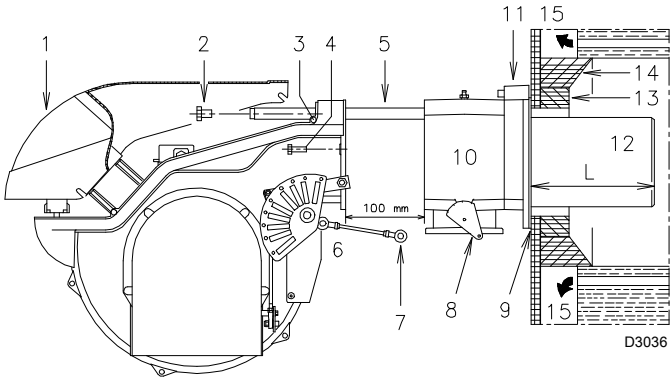
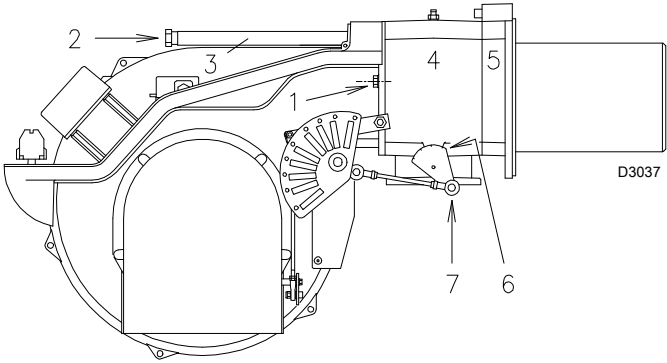

图 12
图 17
对于带水冷前板的锅炉, 则不需要耐火材料制成的炉补 13)-14)(图 12), 除非锅炉制造商另有要求。
- 将燃烧头与燃烧器的其余部分分开 (图 12) :
燃烧头调整完成后，将燃烧器重新装回到滑杆 3)(图 17) 上，距多歧管 4)(图 17) 约 100mm，此时燃烧器位置如图 (图 12)，插好火焰探测电极电缆与点火电极，然后将燃烧器推抵多歧管，直至图 (图 17) 所示位置。
将螺丝 2) 重新装回滑杆 3)(图 17) 上。
用螺丝 1)(图 17) 将燃烧器与多歧管固定好。
将铰链 7) 重新与分度尺 6)(图 17) 连接。